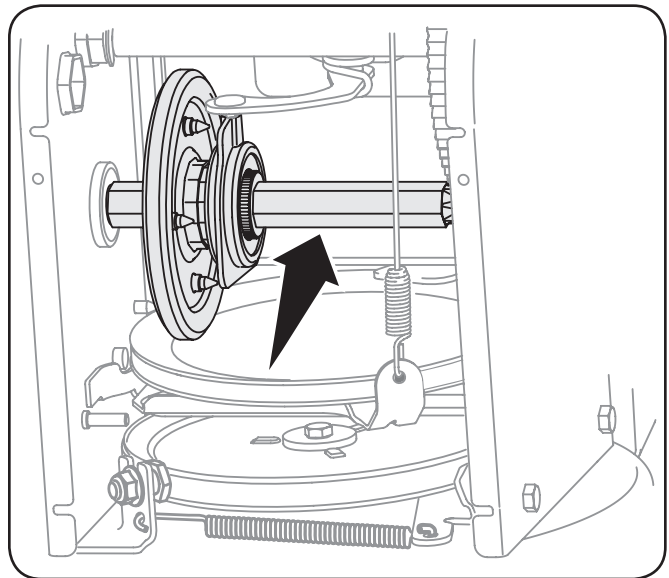

Figure 6-6
4. Appliquez une mince couche d'huile à moteur (ou d'huile 3-en-1) sur l'arbre de transmission. Voir Figure 6-6.